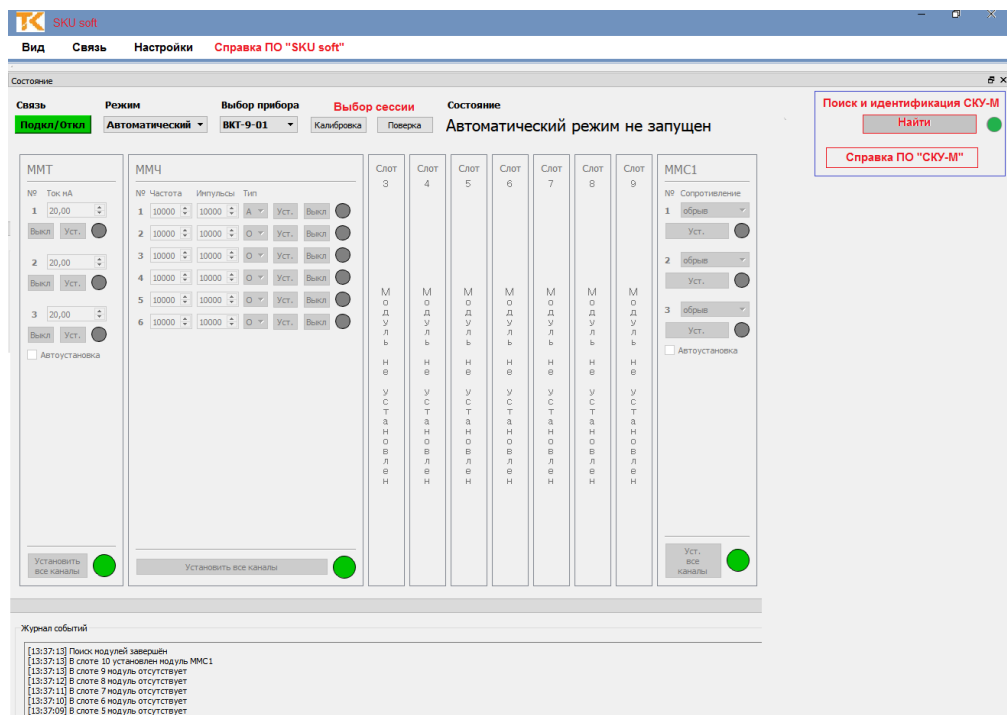

Рис. 2 Отображение установленных модулей в режиме «автоматический»
2.4 Выполнить команду «Связь», для чего нажать кнопку «Подкл/Откл», при этом контролировать отображение модулей, установленных в слотах СКУ-М (рис. 2);
3. Основной интерфейс ПО «SKU soft» (рис. 2)